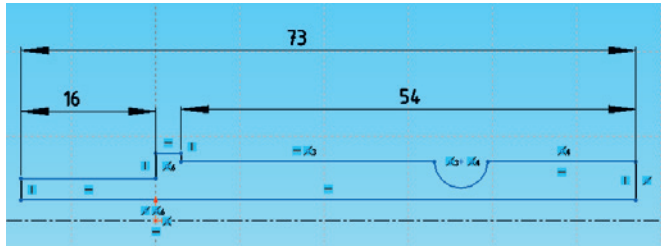

Bild 3.70: Die Breitenmaße
- Bemaßen Sie zunächst die drei Breiten (Bild 3.70):